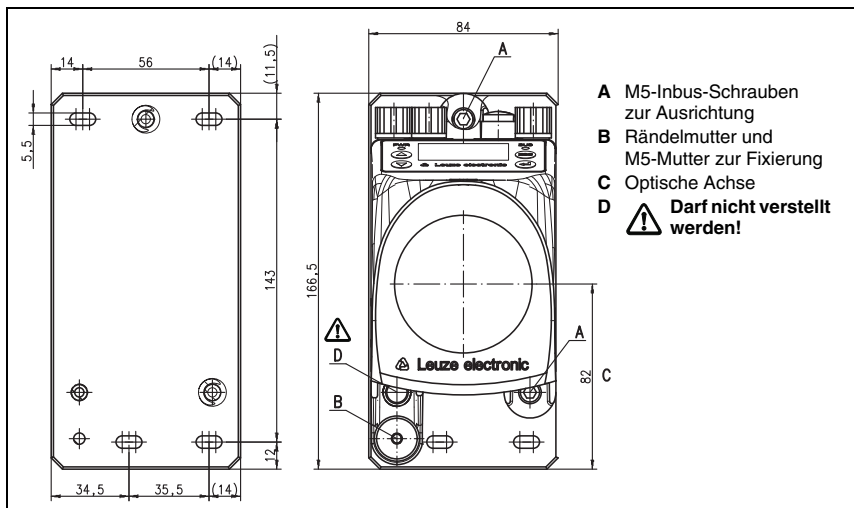

Bild 7.1: Gerätemontage
Der Laserlichtfleck wird so ausgerichtet, dass er bei minimaler wie auch maximaler Mess-entfernung immer in der Mitte des gegenüberliegenden Reflektors auftrifft. Benutzen Sie **zur Ausrichtung die beiden M5-Inbus-Schrauben ("A" in Bild 7.1)**. Achten Sie darauf, dass während der Ausrichtung die Rändelmutter und die M5-Kontermutter ("**B**" in Bild 7.1) weit geöffnet sind.
*Damit sich die Ausrichtung des Lasermesssystems im Dauerbetrieb nicht verstellt, ziehen Sie anschließend die **Rändelmutter handfest an** und **kontern die Fixierung fest mit der M5-Mutter** ("**B**" in Bild 7.1). Rändelmutter und M5-Mutter dürfen erst **nach der Justage** angezogen werden.*